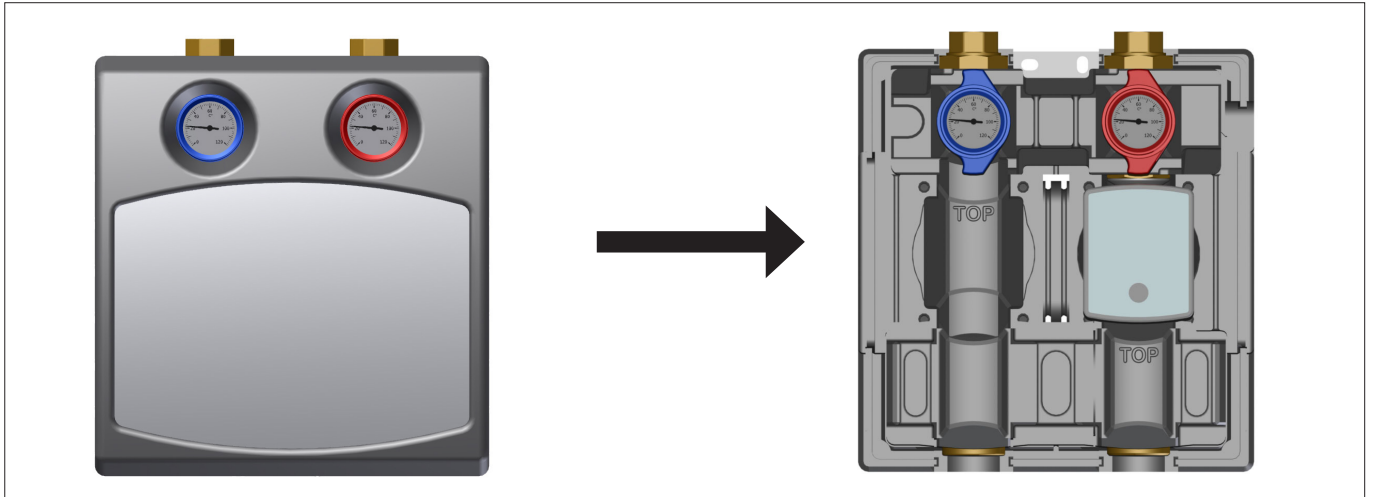

Fig. 3: Démontage du revêtement (illustration en réf. au mod. 8130)
- Démontez le revêtement intérieur du groupe de pompes (voir Fig. 3 à la page 9).
- Démonter le revêtement intérieur du groupe de pompes (voir Fig. 3 à la page 9).